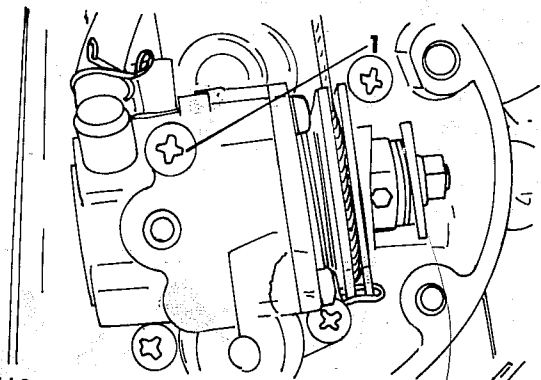

Bild 8
- Entlüftungsschraube («1» in Bild 8) ausdrehen.